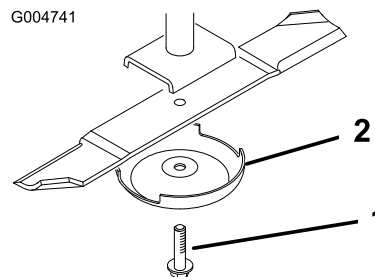

Figure 86
3. Enlevez le boulon, la coupelle de protection et la lame de l'axe de pivot (Figure 86).